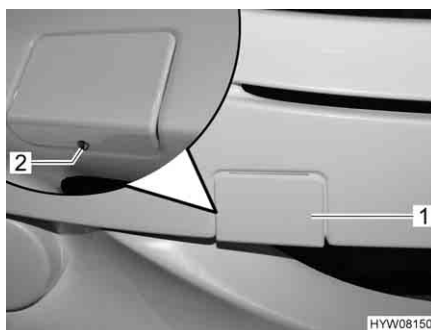

Fig. 24 Copertura per l'alloggiamento dell'occhione di traino
- Svitare la vite di sicurezza (Fig. 24,2) sulla copertura (Fig. 24,1).